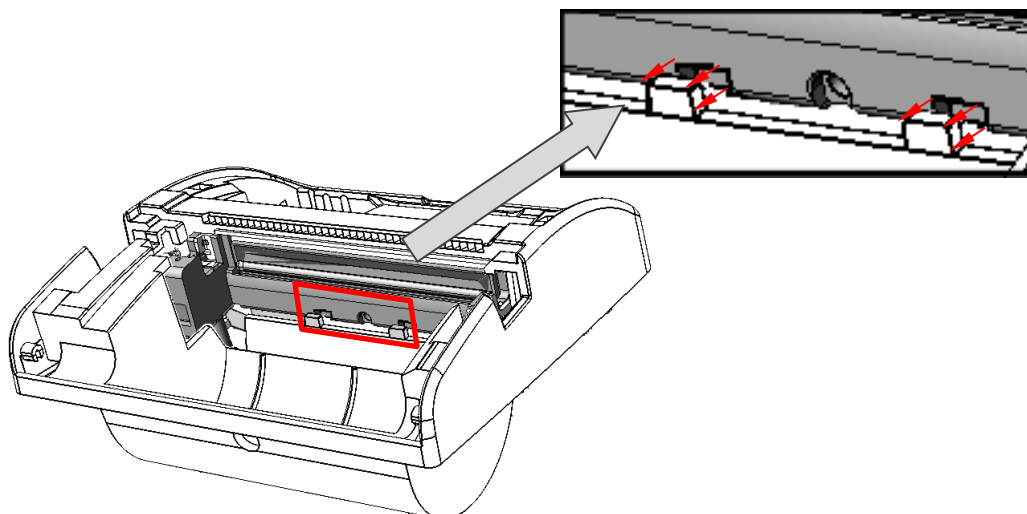

Рисунок 29. Смещение фиксаторов из пазов **ТПГ**
14.3. При этом нужно сместить (выдвинуть) фиксаторы из пазов **ТПГ**, смотрите рисунок 29.